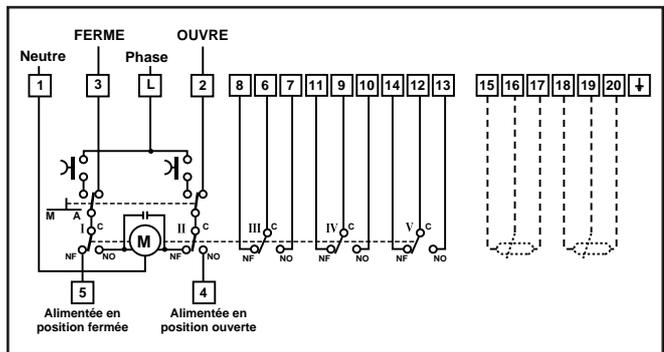

Fig. 2 - Raccordement du MF4000A et MF4000P
- MF4000A Versions pour régulation flottante destinées à la commande de vanne à boisseau cylindrique de la série VF5000 ou de volets d'air (voir Fig. 2)
- MF4000P Versions pour régulation flottante ou modulante avec potentiomètre de recopie de positionnement (voir Fig. 2)